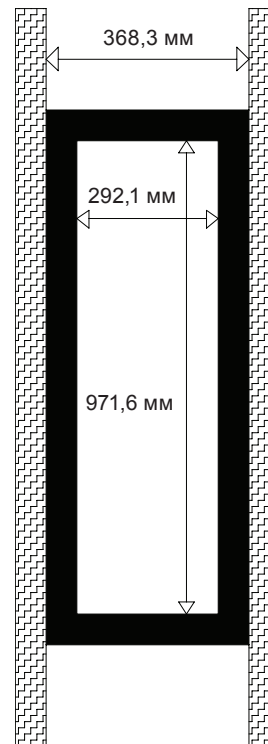

Рисунок 14
2. Используйте деревянную доску 2х6 (деревянная доска размером 50,8 мм x 152,4 мм) для создания рамы с внутренними размерами 971,6 мм x 292,1 мм (рис. 14). Зафиксируйте на стойках при помощи гвоздей или шурупов.